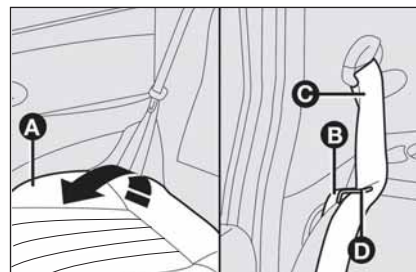

fig. 110
- verificare che ciascuno dei due nastri **C-fig. 110** delle cinture di sicurezza laterali sia inserito nella rispettiva linguetta di guida cintura **D**;